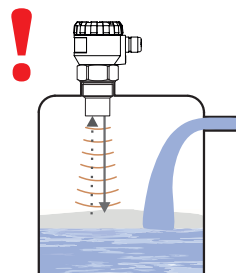

Рис. 8: Густая пена на поверхности
- При заполнении, смешивании и других процессах на поверхности измеряемой жидкости может возникать пена. Густая пена сильно поглощает ультразвуковой сигнал и может сделать невозможным правильное функционирование измерителя уровня (рис. 8). В этих случаях необходимо предварительно опробовать измеритель уровня или обратиться к производителю.